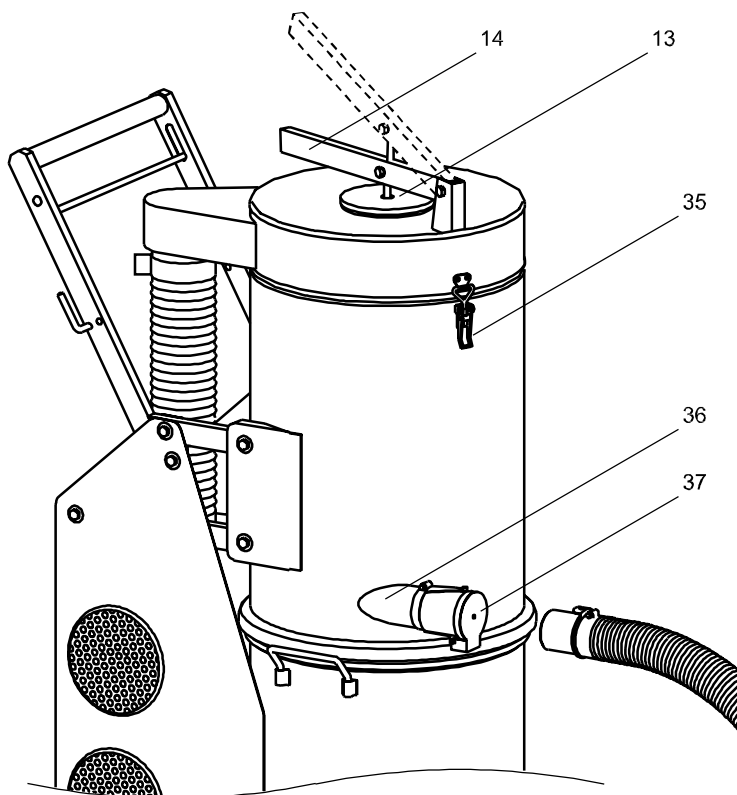

Рисунок 5. Регенерация (продувка) фильтра.
7.3. **Для регенерации фильтра** (стр. 11, рисунок 5):